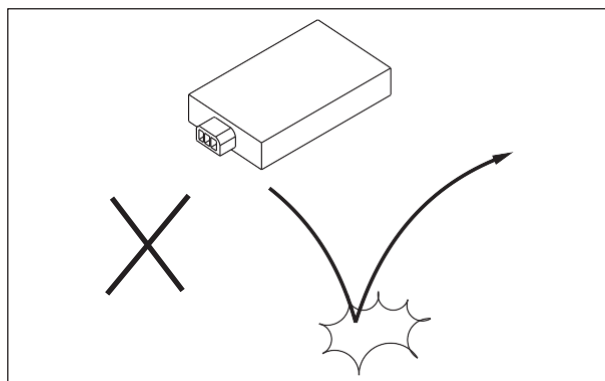

Fig. 5.7
- Tenga cuidado de no dejar caer las partes del sistema con semi conductores incorporados como el controlador ISG, entre otros. (Fig. 5.7)